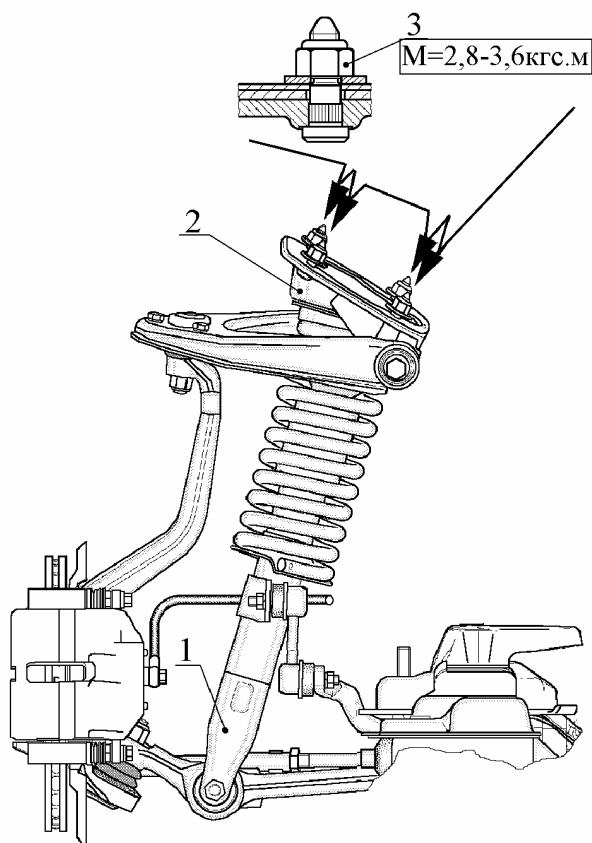

Рис. 42. Подсоединение передней подвески:
5.9. **Подсоединить переднюю подвеску** в обратной последовательности, затянув восемь гаек 3 (рис. 42) крепления кронштейнов 2 пружинных стоек 1 к брызговику передних крыльев с моментом от 28 до 35 Н.м (2,8-3,6 кгс.м)